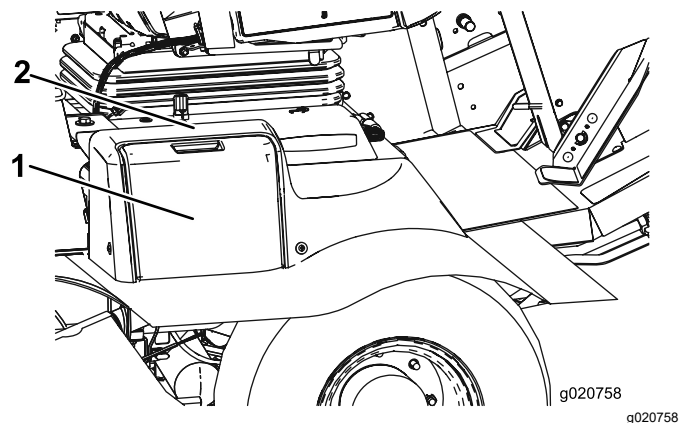

Figure 94
1. Ouvrez le couvercle de la batterie sur le côté du carénage (Figure 94).
Remarque: Appuyez sur la surface plate au-dessus du couvercle de la batterie pour faciliter la dépose du couvercle (Figure 94).